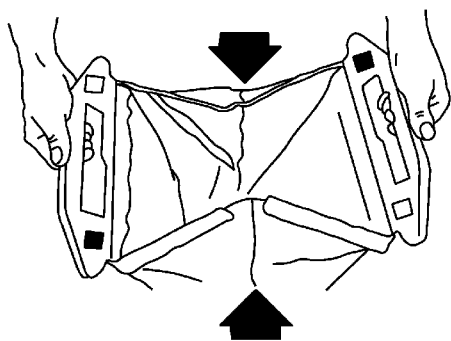

Figure 43
- Fermer l'arrière du sac en repliant les côtés vers l'intérieur et enclipser les deux moitiés de poignées de sac arrière l'une dans l'autre (Fig. 43).